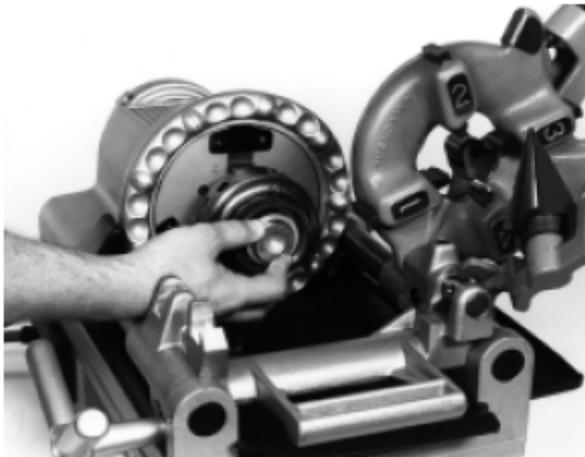

图 13 — 插入垫片
3. 从短管夹具末端放入垫片。1/8 英寸至 3/4 英寸的管子，将垫片小端放入。1 英寸管将大端放入。1 1/4 英寸以上不放垫片（见图 13）。